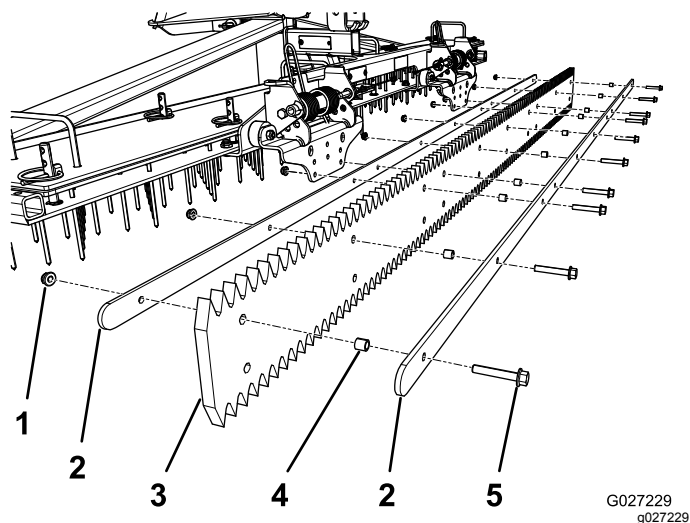

図 12
1. サポートストラップをゴム製コテに固定しているボルト10本とナット10個を取り外す 図 12。